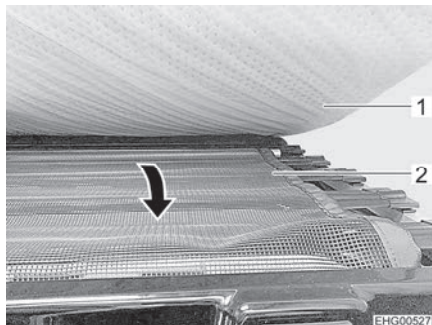

Bild 50 Skyddsnät
- Dra ut skyddsnätet (Bild 50,2) under madrassen (Bild 50,1) och spänn det över åtkomstöppningen.